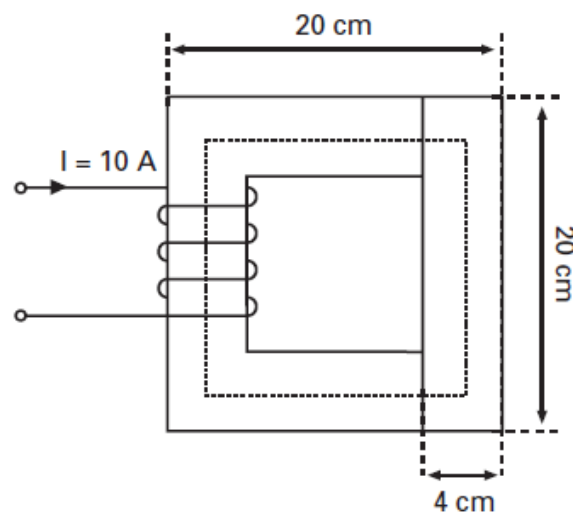

Figura 16
1. Calcular la intensidad del campo y la inducción magnética en el interior de la bobina de la Figura 16. El número de espiras de la misma es de 300, la corriente 10 A.